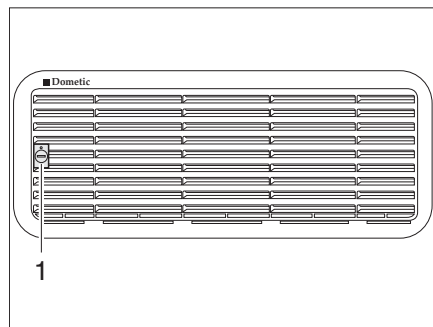
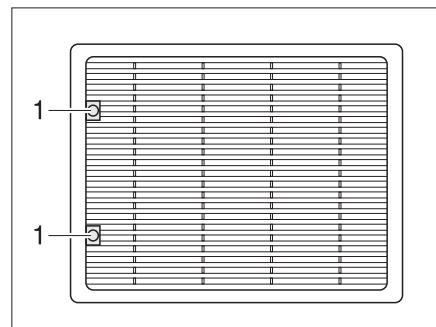

Fig. 264 Rejilla de ventilación del frigorífico (Dometic pequeño)
Fig. 265 Rejilla de ventilación del frigorífico (Dometic grande)
- Girar el tornillo (Fig. 264,1 ó Fig. 265,1) un cuarto de vuelta con la ayuda de una moneda.